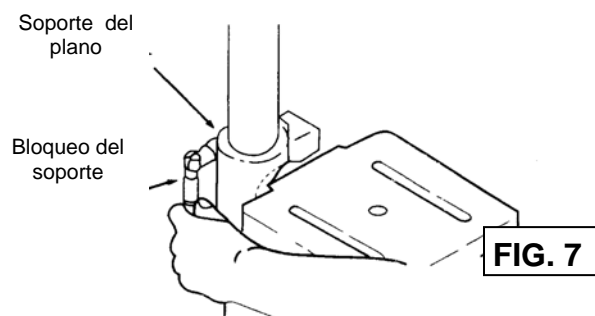

**FIG. 6**
22. Coloque de nuevo la unión de la columna. Apriete el tornillo de regulación en la unión con la llave hexagonal L de 3mm. Para hacer que la cremallera se deslice cuando el plano se mueve hacia la derecha o hacia la izquierda entorno a la columna, la unión debe colocarse libremente en la cremallera y no debe estar en ángulo respecto a la columna. Apriete el tornillo de regulación lo suficiente para mantener la unión en su posición, de otro modo podría romperse por una presión excesiva (**Fig. 6**).
23. Controle que la unión de la columna esté regulada adecuadamente. La unión no debe estar en ángulo respecto a la columna y debe ser colocada de manera que la cremallera pueda deslizarse libremente cuando el plano se gira 360° entorno a la columna. Una vez hechos los ajustes, apriete el tornillo lo suficiente para mantener la unión en su posición (**Fig. 6**).